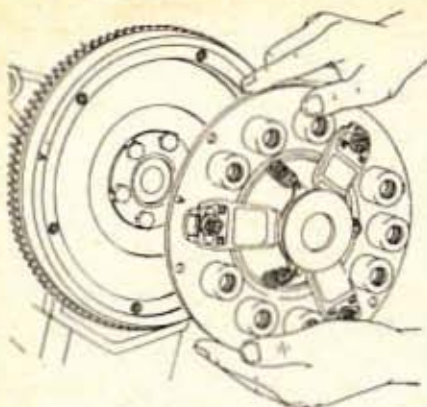

Fig. 34. — Dépose du mécanisme d'embrayage et repères de position
- Déposer le mécanisme d'embrayage, repérer sa position par rapport au volant du moteur (fig. 34).